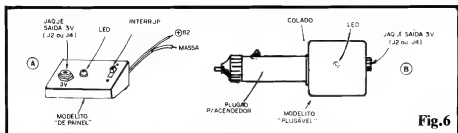

Fig.6
- 1 - Caixa para abrigar o circuito (ver sugestões/opções mais adiante, na fig. 6 e TEXTO).
- 1 - Interruptor simples (chave H-H mini), apenas recomendável no caso de instalação em "modelo de painel" - ver fig. 6 e TEXTO.
- 1 - "Plugão" para tomada de acendedor de cigarros (de painel de veículo) - ver fig. 6 TEXTO.
- **FIG. 6 - SUGESTÕES PARA O ACABAMENTO DO C-12/3** - Devido às específicas características de uso, são duas as possibilidades de acabamento recomendadas (ou pelo menos sugeridas...) para o C-12/3. Em 6-A temos o "modelo de painel", no qual o circuito poderá ser embutido numa pequena caixa plástica, de preferência com painel frontal inclinado, a ser fixada embaixo do painel do veículo, expondo a face que conterá um **jaque** (tamanho J2 ou J4) para a Saída dos 3V, o LED piloto e o interruptor geral... Já em 6-B temos o "modelo plugável", com o circuito embutido numa caixinha de mínimas dimensões, esta acoplada (colada) à traseira de um "plugão" próprio para a tomada do acendedor de cigarros do carro... Neste caso, os contatos metálicos do dito "plugão" serão ligados à Entrada do circuitinho, enquanto que a Saída será aplicada via **jaque** (J2 ou J4, dependendo do tipo de conector "macho" conveniente para o equipamento a ser alimentado...) situado na parte oposta da caixinha principal... Numa das faces maiores da dita caixinha, pode ficar o
Por demais óbvia para merecer "grands" explicações, a utilização do CONVERSOR é extremamente simples e direta: basta intercalá-lo (por qualquer dos métodos/modelos sugeridos na fig. 6) entre os 12V nominais do sistema elétrico do veículo e a Entrada de Alimentação Externa do equipamento, **walkman**, **CD-Player**, etc. A confiabilidade é total, e se corretamente montado o dispositivo **não tem** como causar danos ao equipamento energizado, muito pelo contrário...! Na verdade, a estabilização é **tão boa** que mesmo baterias radicalmente baixas (a ponto de não permitir o funcionamento do carro...) ou exageradamente altas (a ponto de "queimar" algum outro dispositivo do sistema elétrico convencional do veículo...) farão com que - na Saída do C-12/3 "apareçam" os exatos, fixos e estáveis 3V esperados!